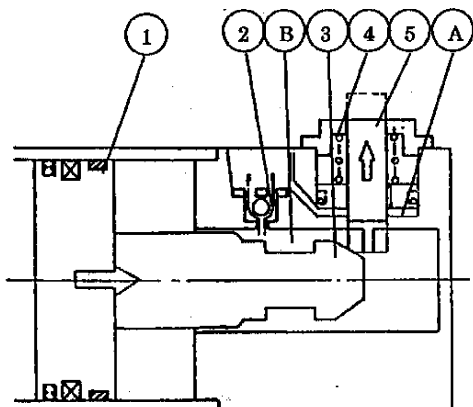

図1
- (a) シリンダのピストン①がストロークエンドに近づくと、ストップパピストン⑤はスリーブ③の斜面にそって押し上げられます。(図1)